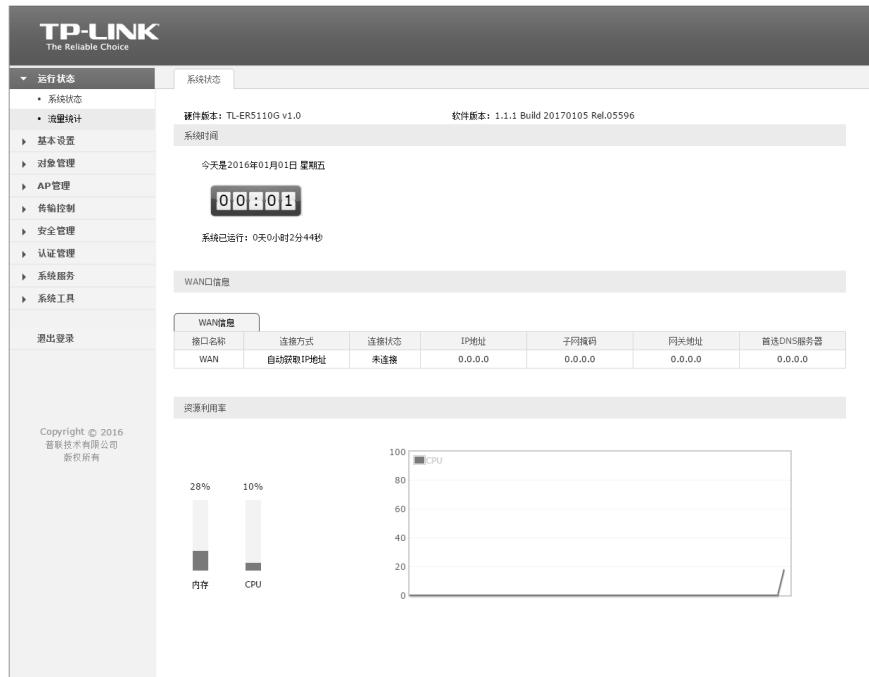

图4-3 路由器管理界面首页
5. 经过上述步骤即可成功登录路由器管理界面,如图4-3所示(以TL-ER5110G为例)。点击左上角的本公司的商标,可以访问本公司主页(<http://www.tp-link.com.cn>) ;点击页面左侧的主菜单栏即可进行相应功能的设置。